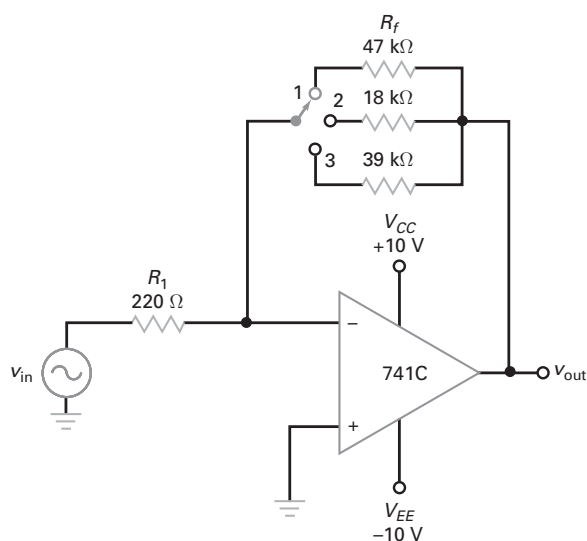

Figura 16-36
- 16-21** Na Figura 16-36, qual o ganho de tensão em malha fechada para cada posição da chave.